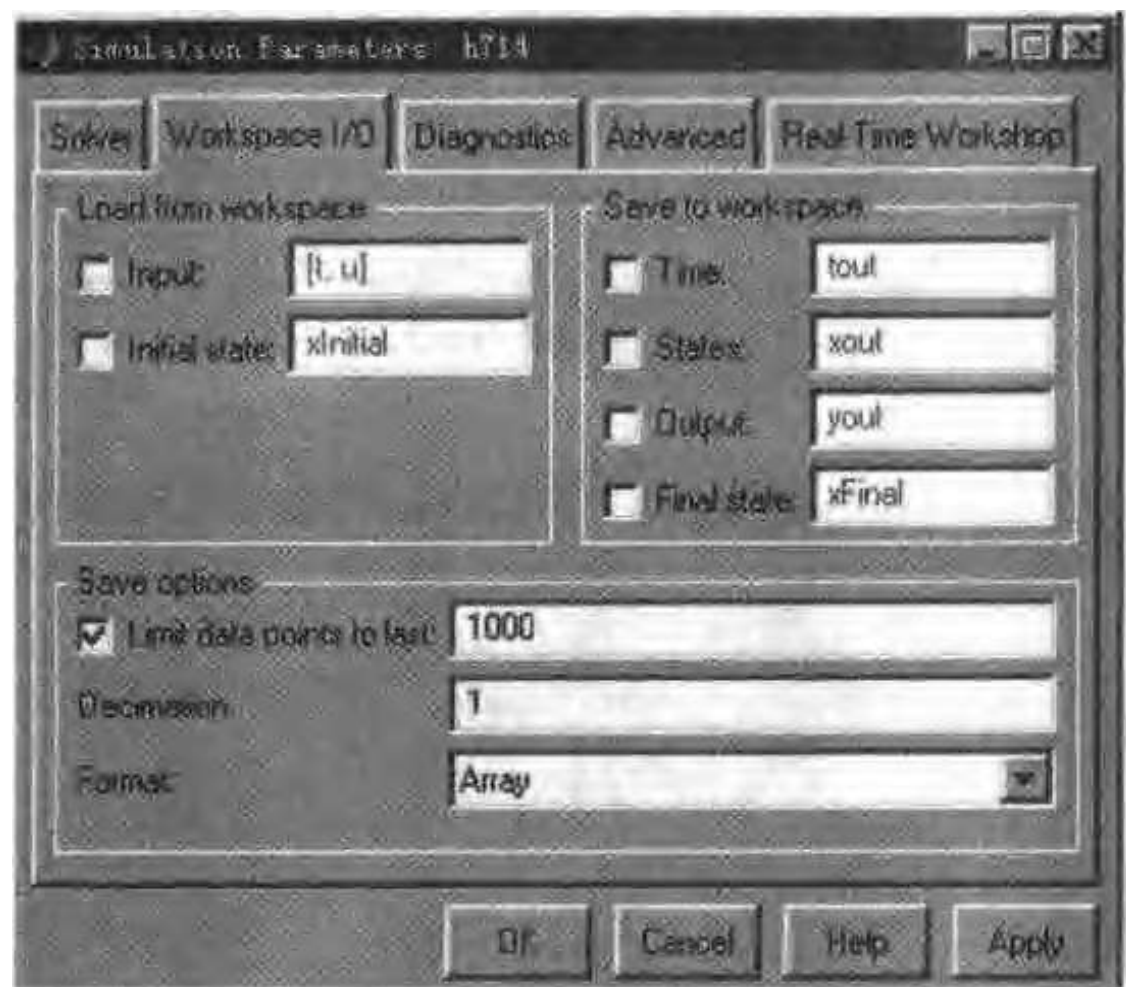

图 9-16 Workspace I/O 页设置
(3)在 Workspace I/O 页,去掉 Time 和 Output 检查框的选中状态,因为在这个例子中,数据不需要保存到工作空间或者 MAT 文件中,如图 9-16 所示。